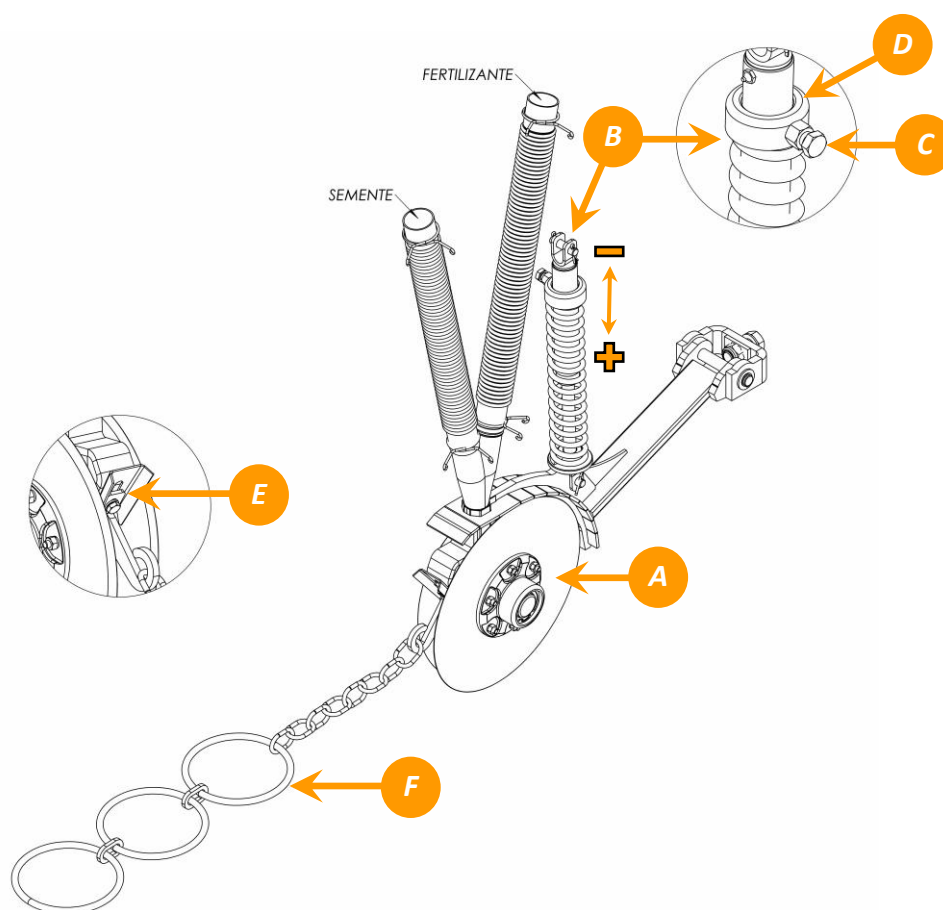

Figura 11 - Linha Pivotada SHN Netz
O **sistema da linha de plantio** (figura 11) das semeadoras modelo SHN é do tipo pivotada composto por sulcadores do tipo disco duplo montados de forma defasada (A) de diâmetro 12 e 13 polegadas. As linhas são desencontradas entre si permitindo assim copiar de forma mais precisa o relevo do terreno além de reduzir o “embuchamento” da palha, proporcionando uma emergência uniforme das sementes.
A **regulagem da pressão** (B) da linha é realizada soltando o parafuso (C) e com o auxílio de uma alavanca para baixar ou levantar a trava (D), aumentando ou diminuindo a pressão conforme ilustração da figura 11. Com a trava na posição desejada aperte o parafuso (C).